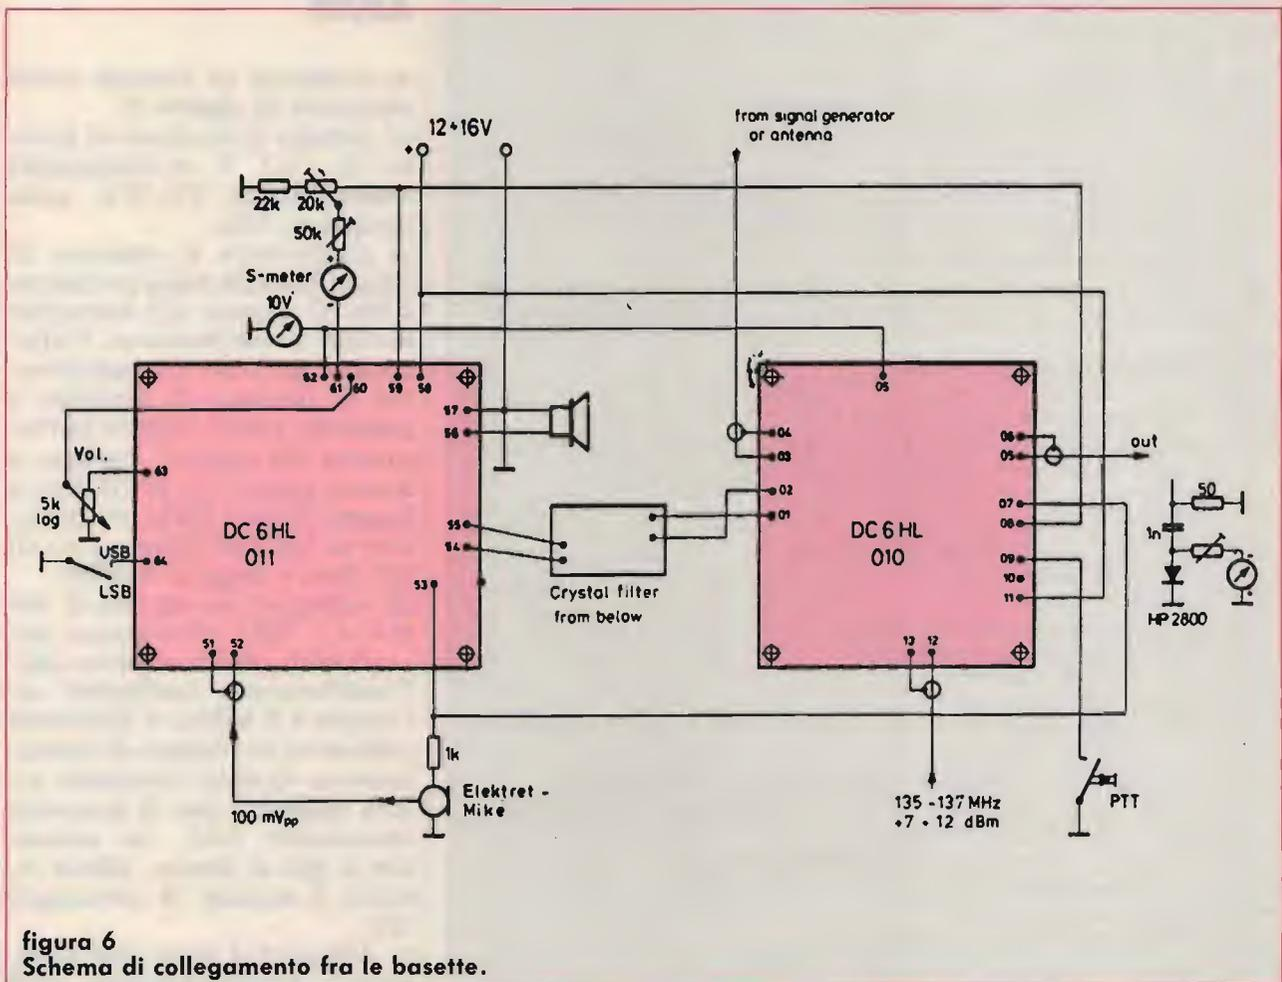

figura 6
- a) collegare entrambe le basette come mostrato in **figura 6**;